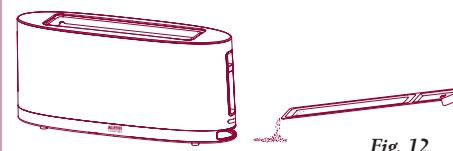

Fig. 12
- Limpiar la superficie externa con un paño suave humedecido y secarla cuidadosamente. Para eliminar las migas después de cada uso no volcar ni sacudir el tostador. Para ello bastará extraer la respectiva bandeja presente en el fondo del tostador mismo (fig. 12).